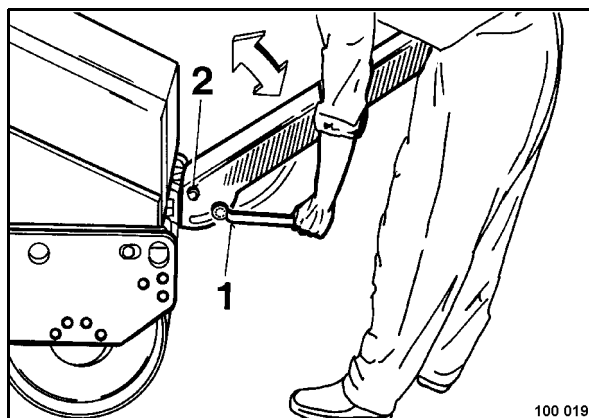

Fig. 11
- Soltar los tornillos hexagonales 2 (Fig. 11) en la derecha e izquierda.
- Soltar los tornillos hexagonales (1) en la derecha e izquierda únicamente de modo que la barra de tracción puede ajustarse a la altura de trabajo.